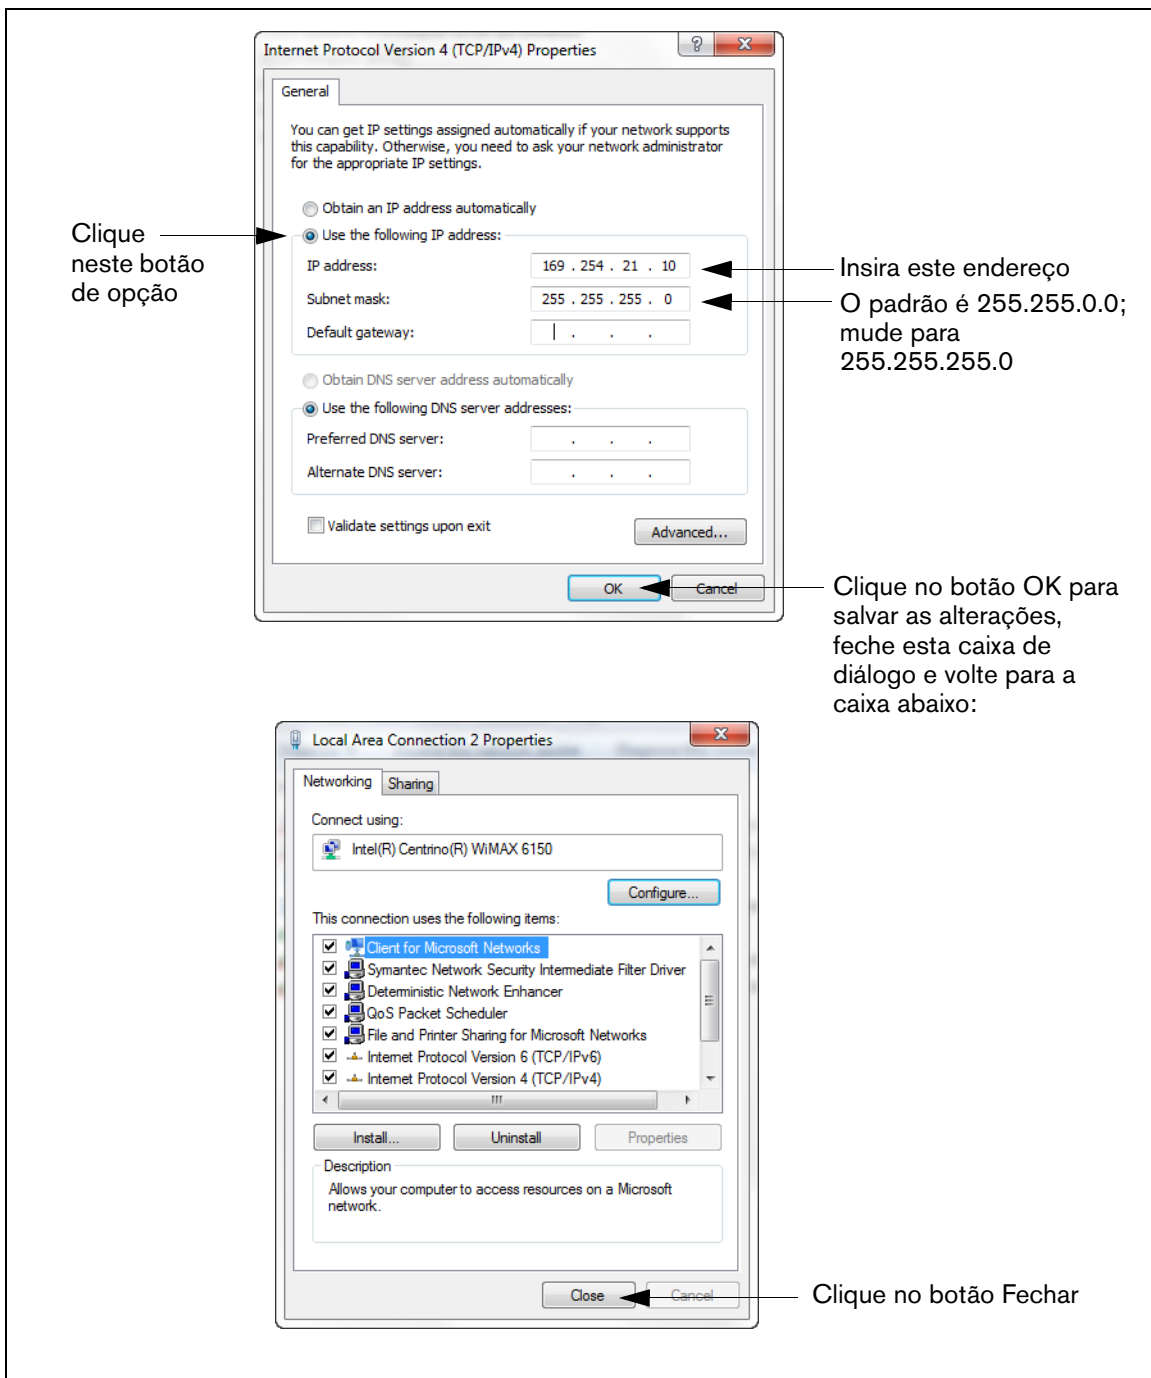

Figura B-3. Seleções na caixa de diálogo de propriedades de Internet Protocolo Versão 4 (TCP/IPv4)
5. Depois que se abrir a caixa de diálogo de propriedades de Internet Protocolo Versão 4 (TCP/IPv4), insira as configurações conforme a Figura B-3.